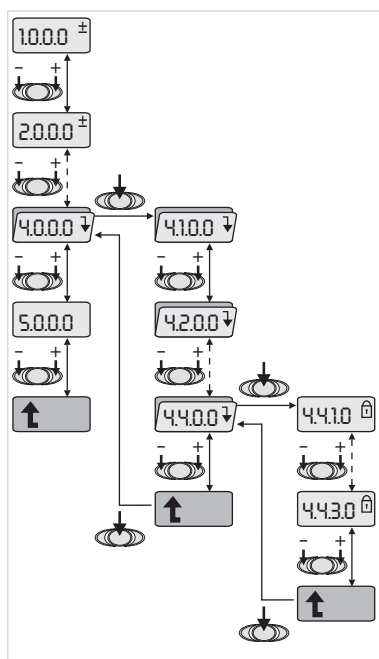

Fig. 32 : Exemple de navigation
- Procéder à la navigation normale dans le menu comme suit (exemple, voir fig. 32) :